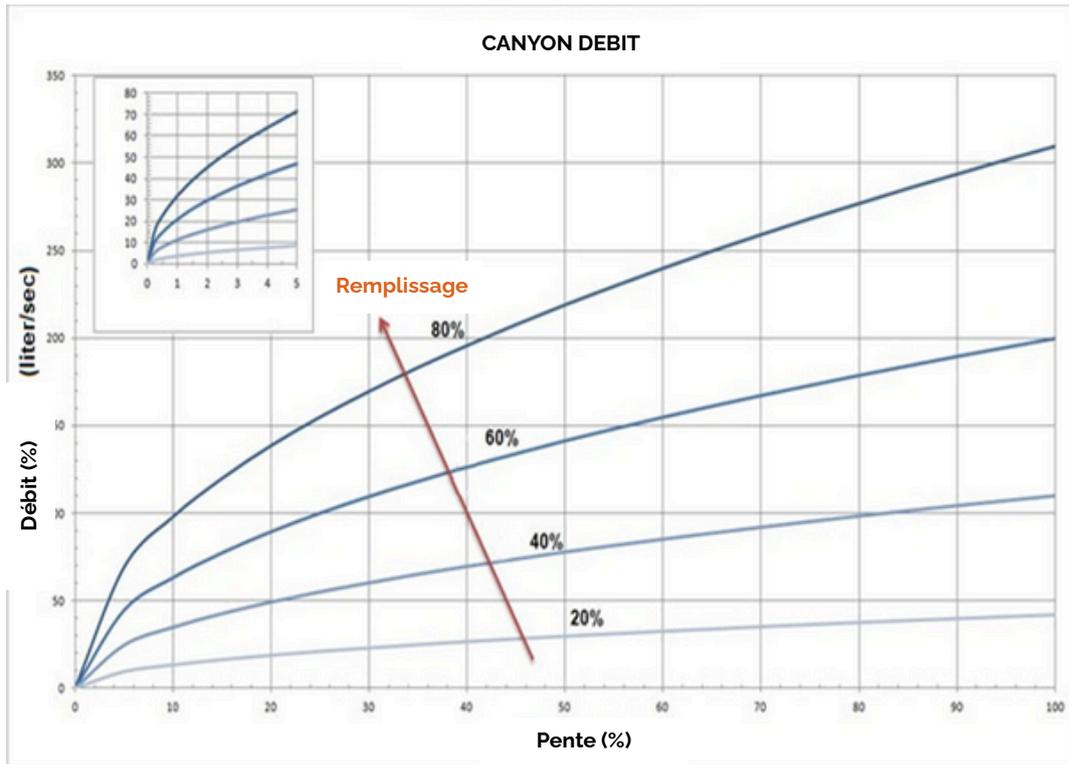

fig 8
- Une fois le niveau de remplissage souhaité défini, déterminer le débit en utilisant la pente minimale du canal (Fig. 8).